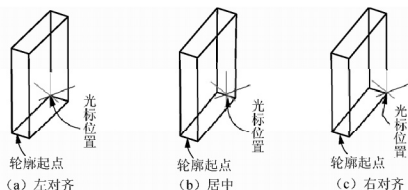

图 11-12 对正方式
(1) 使用多段体 POLYSOLID 命令绘图，第一步应先设置高度、宽度及对正方式等参数，如果不做设置，则使用系统默认值。
(2) 【对正(J)】选项：对正方式由轮廓的第一条线段的起始方向决定。可以将实体的宽度和高度设置为左对齐、居中或右对齐，各种对正方式效果如图 11-12 所示。